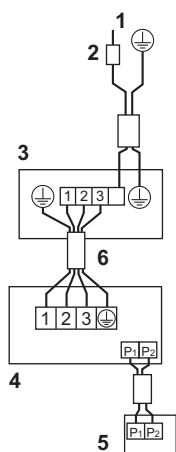

Bild 24
- Partyp: 1 fjärrkontroll styr 1 inomhusaggregat (standardsystem). (Se bild 24)